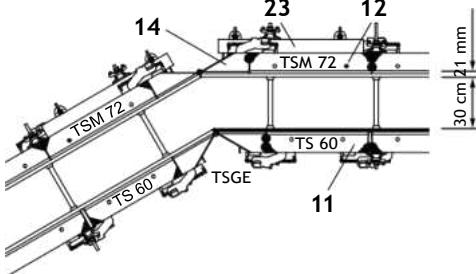

Fig. B3.03
- Ставен ъгъл TSGE (14)
- Елемент TSM 72 (12)
- Елемент TS 60 (11)
- Направляващ ригел TAR 85 (23) (Fig. B3.03)